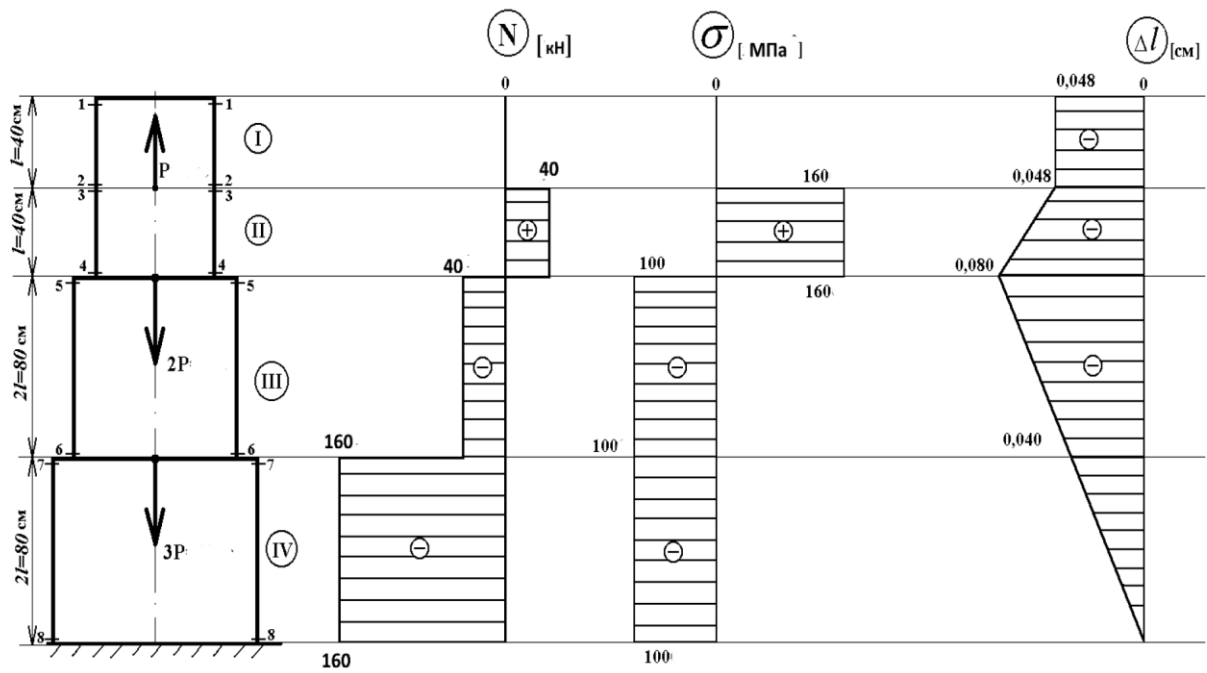

Рис. 2. Схема побудови епюр до задачі 2
3. Визначаємо нормальні напруження у характерних перерізах і будуємо епюру (рис. 2)